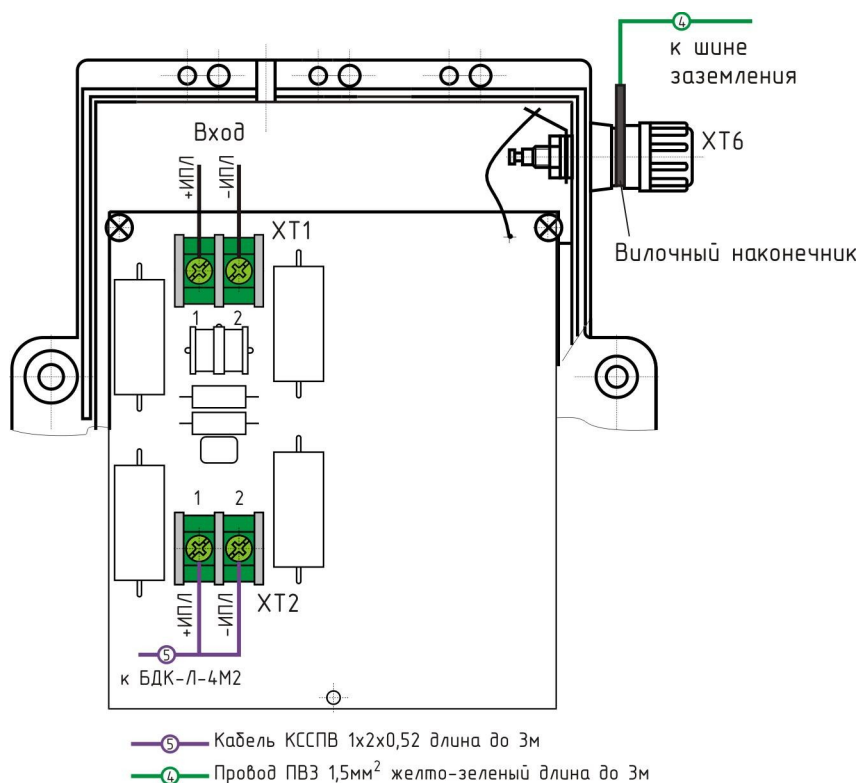

Рисунок 27 - Подключение блока грозозащиты ГР-1
6) Подключить блок ГР-1 к шине заземления проводом ПВЗ сечением 1,5 мм2 и длиной до 3 м (рисунок 27). Для оконцевания жил медного провода заземления ПВЗ установить вилочный наконечник опрессовкой с помощью пресс-клещей.